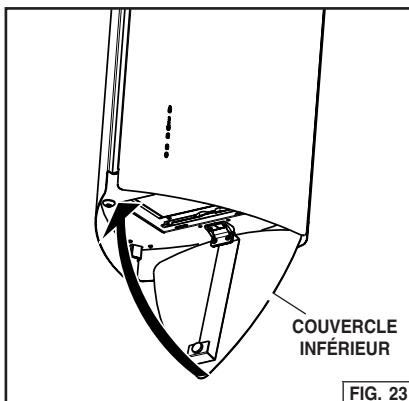

FIG. 23
3. Fermez le couvercle inférieur et retirez tout revêtement protecteur. Fig. 23.